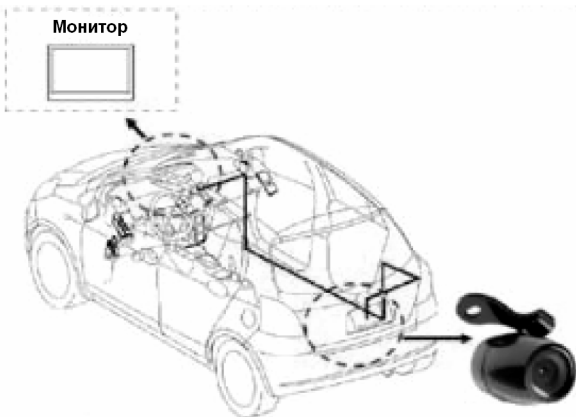

Рисунок 2. Прокладка видеокабеля
- Протяните свободный конец видеокабеля (с черным штекером для подключения к монитору) к месту крепления монитора на лобовом стекле (Рис. 2). Проверьте, чтобы видеокабель не был зажат дверью багажника, задними дверями или другими острыми кромками.